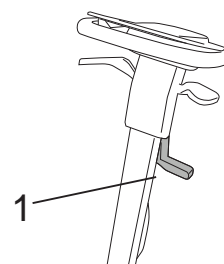

Fig.5
- Løft svaberen ved hjælp af løftestangen (Fig.5-Ref.1).